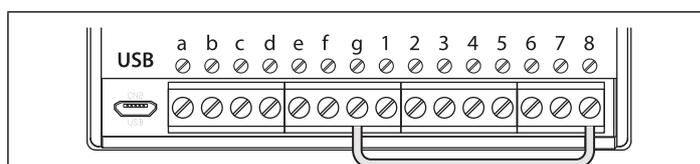

Fig. 63
2. Cortocircuitare i terminali g e 8 sul retro del modulo GSM PRO, come indicato in **Fig. 63**.